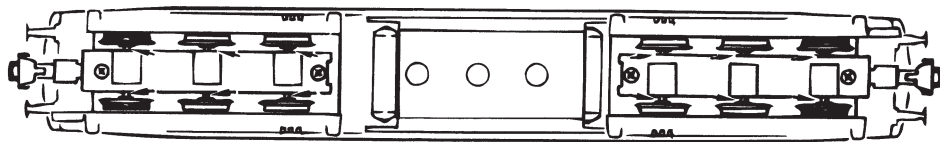

Fig. 9
**1. Reinigung der Radstromkontakte:** Radstromkontakte können auf unsauberer Schienen leicht verschmutzen. Bitte **entfernen Sie vorsichtig** mit einem kleinen Pinsel **den Schmutz** an den in Fig. 9 gekennzeichneten Stellen. Dazu zuerst das Lokgehäuse abnehmen (Fig. 3).
**1. Nettoyage des lames de contact aux roues:** Les lames de contact risquent de s'encrasser rapidement sur des voies poussiéreuses. Veuillez **enlever la poussière** aux endroits marqués à la fig. 9 à l'aide d'un petit pinceau souple après avoir démonté le couvercle d'engrenage (fig. 3).
**1. Reinigen van de wielcontacte:** Verwijder met een penseel het vuil van de aangegeven plaatsen (Fig. 9).